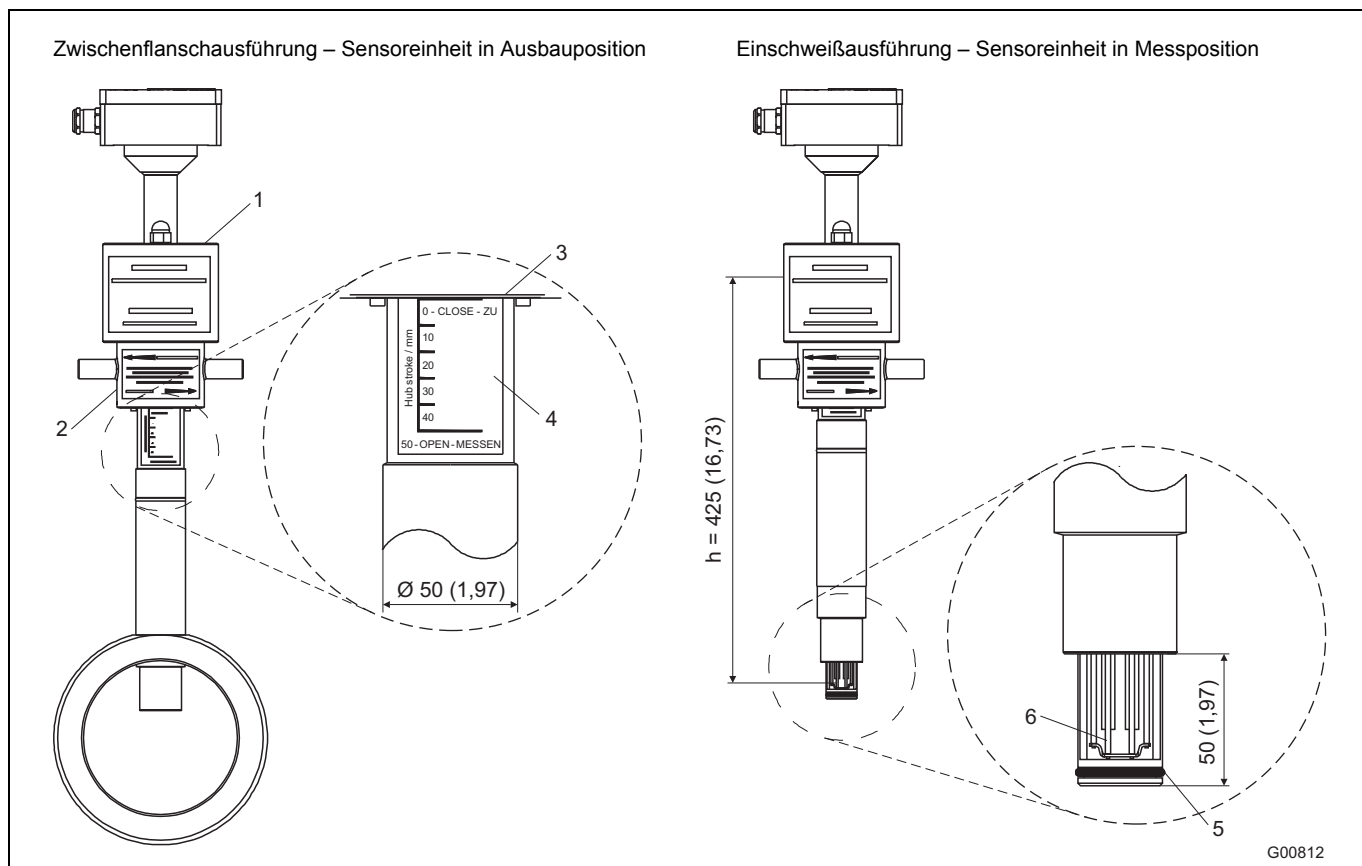
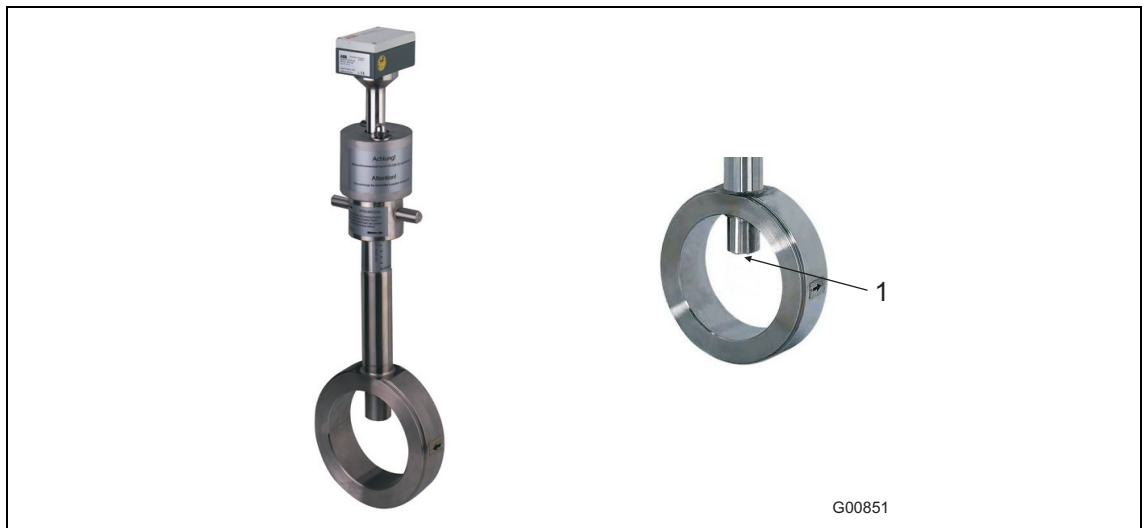
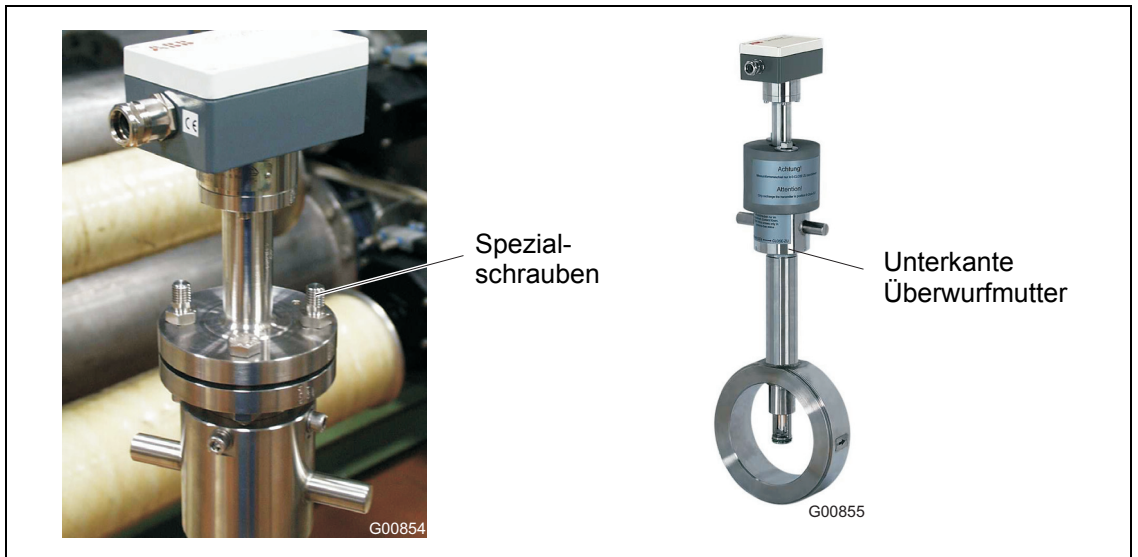

Abb. 6: Abmessungen in mm (inch)
Abb. 8: Wechsellvorrichtung in Ausbauposition
Abb. 11: Spezialschrauben für Schutzkappen
- 1 Der Aufschweißadapter muss nach dem Aufschweißen die Länge L aufweisen (siehe Abb. 7 und Abb. 8)
Die Wechsellvorrichtung ist für Druckbelastungen von max. 16 bar abs. ausgelegt. Um Austauschbarkeit zu den Standard-Rohrbauteilen der Bauform 1 zu gewährleisten, wurde die Zwischenflanschversion (Abb. 8) für DIN-Flansche DN 50 und DN 80 in Druckstufe PN 40 ausgeführt. Bei der Ausführung DN 65 in Druckstufe PN 16 sind Anschlussflansche mit 4 Schraubenlöchern zu verwenden. Zöllige Ausführungen 2 ... 8" sind für Anschlussflansche ASME B16.5 Cl.150 ausgelegt. Passende Messwertnehmerlängen siehe Abb. 6.
Abb. 8 (linkes Bild) zeigt die eingebaute Zwischenflanschversion der Wechsellvorrichtung in Ausbauposition. Das Führungsrohr befindet sich in der oberen Endstellung und verschließt somit die Sensyflow-Öffnung (rechtes Bild).
- Die Wechselvorrichtung muss sich in Ausbauposition befinden (Abb. 8), die Sensyflow-Öffnung ist abgedichtet.
- Messumformer in Wechselvorrichtung einschieben und verschrauben (2 Schrauben M12 sowie 2 verlängerte Spezialschrauben jeweils gegenüberliegend montieren (Abb. 11).
- Schutzkappen aufstecken und mittels Muttern an Spezialschrauben befestigen (Abb. 11).
- Messumformer mittels Überwurfmutter in Messposition drehen (Abb. 11). Die Unterkante der Überwurfmutter zeigt die Position des Messelementes an. Erst bei Erreichen der Messposition 50 - OPEN - MESSEN (unterer Anschlag der Überwurfmutter) befinden sich die Messelemente in Rohrleitungsmitte und können genaue Werte liefern (siehe Detail A in Abb. 6).
- Wechsellvorrichtung mittels Überwurfmutter in Ausbauposition drehen. (Oberer Anschlag der Überwurfmutter, Schriftzug 0 - CLOSE - ZU muss sichtbar sein; (siehe Detail A in Abb. 6).